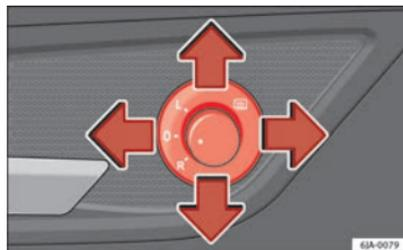

Fig. 68 Interior de la puerta: mando circular
- Ponga el mando circular en la posición ☰ ⇒ fig. 68.
- Ponga el mando circular en la posición L ⇒ fig. 68. Los movimientos del espejo son idénticos a los del mando circular.
- Ponga el mando circular en la posición R ⇒ fig. 68. Los movimientos del espejo son idénticos a los del mando circular. ►